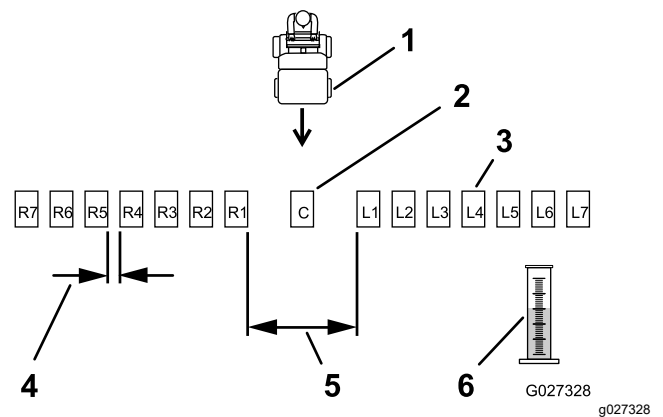
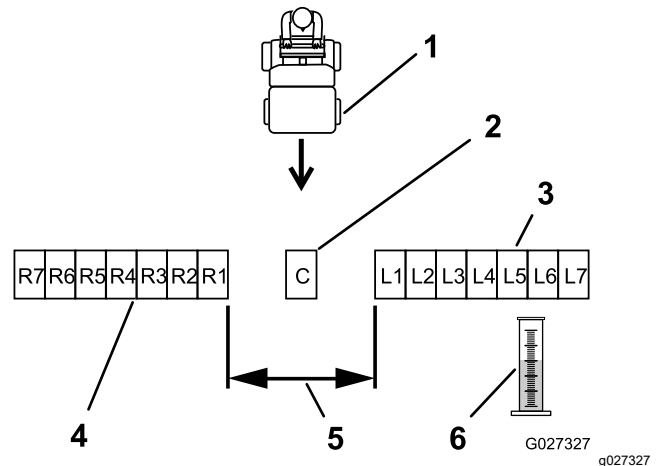

Figure 25
Figure 26
2. Placez les autres bacs en ligne droite, comme montré à la Figure 25 ou la Figure 26.
- Pour les produits granulaires de gros calibre : Placez 6 autres bacs de chaque côté en les espaçant de 30 cm (12 po) (Figure 25).
- Pour les produits granulaires de petit calibre : Placez six autres bacs côte-à-côte de chaque côté (Figure 26).
- Étiquetez chaque éprouvette de dosage en fonction du bac correspondant (par exemple L2, L1, Central, R1, R2); voir Figure 25 et Figure 26.